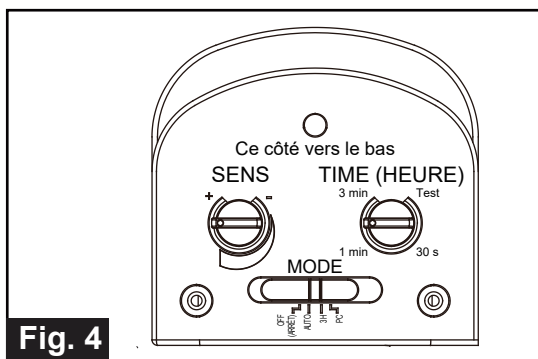

Fig. 4
- Vous pouvez régler la sensibilité du détecteur de mouvement en utilisant le bouton « SENS » situé sur le côté droit de la surface inférieure du détecteur. (Voir Fig. 4)
Choisissez un mode en faisant glisser l'interrupteur situé sous le détecteur du luminaire. (Voir Fig. 4)